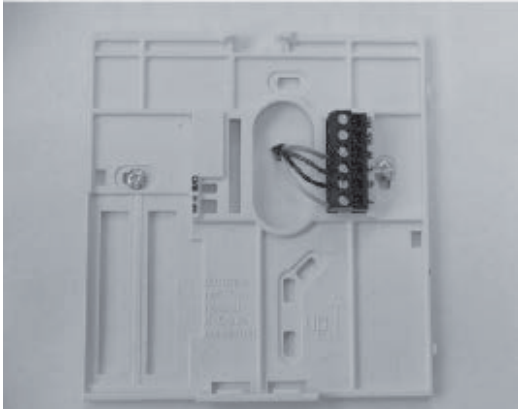

Fig. 2 - Fixer les câbles à la plaque à bornes
7. Régler la longueur et le passage de chaque câble de façon à ce qu'ils arrivent à la borne ou plaque à bornes correcte sur la base de fixation, avec 6,5 mm de câble en plus. Ne dénuder que 6,5 mm de gaine isolante de chaque câble pour éviter que les câbles adjacents puissent court-circuiter lorsqu'on les branche. Voir Fig. 2.